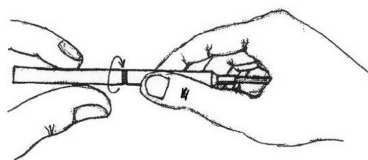

Рис. 4
2.1.5 Подсоединить требуемый измерительный зонд к разъёму, расположенному на боковой поверхности электронного блока миллитесламетра, и снять защитный кожух с измерительного зонда (рис. 4).